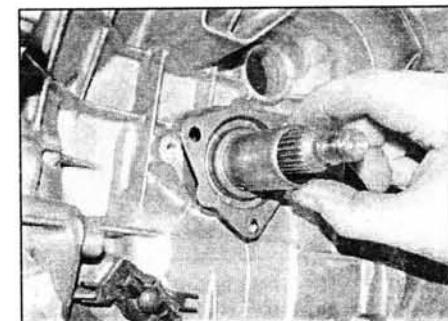

Рис. 7.25. Отверните болты и снимите направляющую втулку
**25** Отверните болты и снимите направляющую втулку. Снимите уплотнительное кольцо. Не выкиньте и не потеряйте ни одну из дистанционных прокладок ведущего вала. Выбросьте уплотнительное кольцо: при сборке установите новое (рис. 7.25).